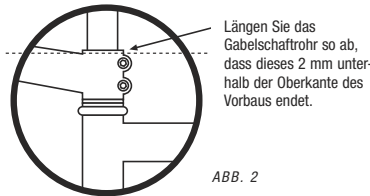

ABB. 2
- Montieren Sie die Gabel, die Steuersatzbauteile, die Distanzringe und den Vorbau im Steuerrohr des Fahrrads. Berechnen und markieren Sie sorgfältig, wie weit das Gabelschaftrohr gekürzt werden muss. **Das Gabelschaftrohr muss soweit gekürzt werden, dass die Oberkante des Gabelschaftrohrs an der Gabelklemme 2 mm unterhalb der Oberkante des Vorbaus liegt (siehe Abb. 2).**